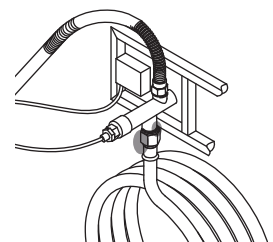

Figure 8
- A mangueira e a entrada de gás do aparelho (ver Figure 8)